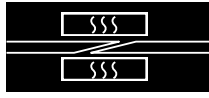

Ilustración: 6
- Se han diseñado las tenazas de enfriamiento CD-61 para enfriar el empalme de forma rápida cuando ésta se encuentra todavía dentro del carril guía (consulte ilustración 6). Después de que se termine el tiempo de prensado especificado, se deben sujetar las tenazas de enfriamiento con abrazaderas en el carril guía tan pronto como sea posible.